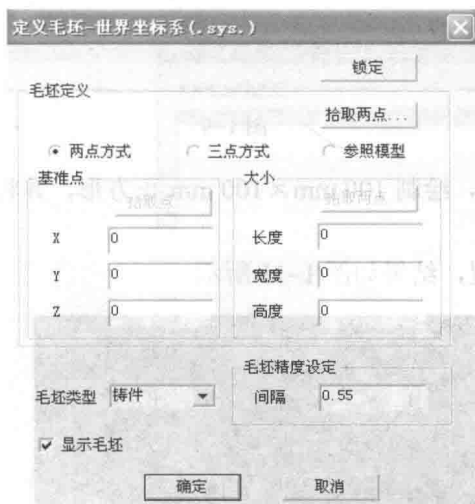
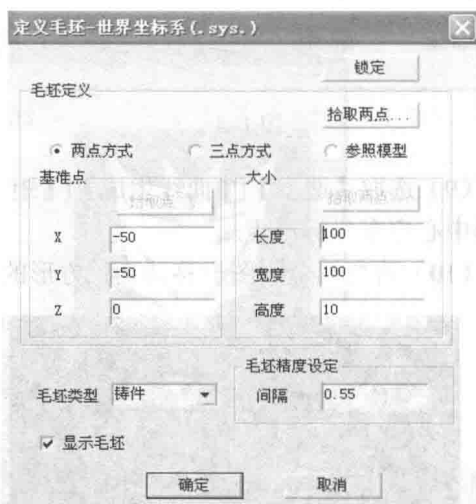
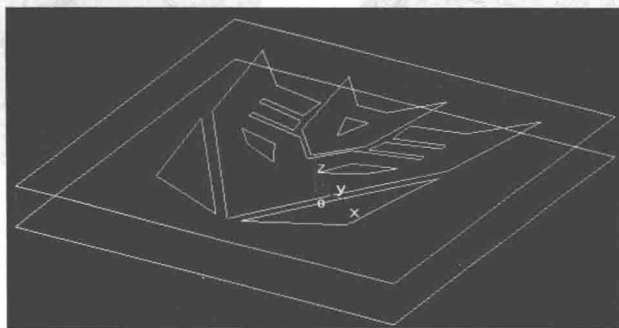

图 1-13
图 1-14
图 1-15
(1) 毛坯设置。在“特征树”中，由【零件特征】切换到【加工管理】，双击“特征树”中的【毛坯】，出现“定义毛坯”对话框，如图 1-13 所示。选择“两点方式”，单击【拾取两点】按钮，用鼠标左键选择正方体的对角点，回到“定义毛坯”对话框，如图 1-14 所示，单击【确定】按钮，结果如图 1-15 所示。